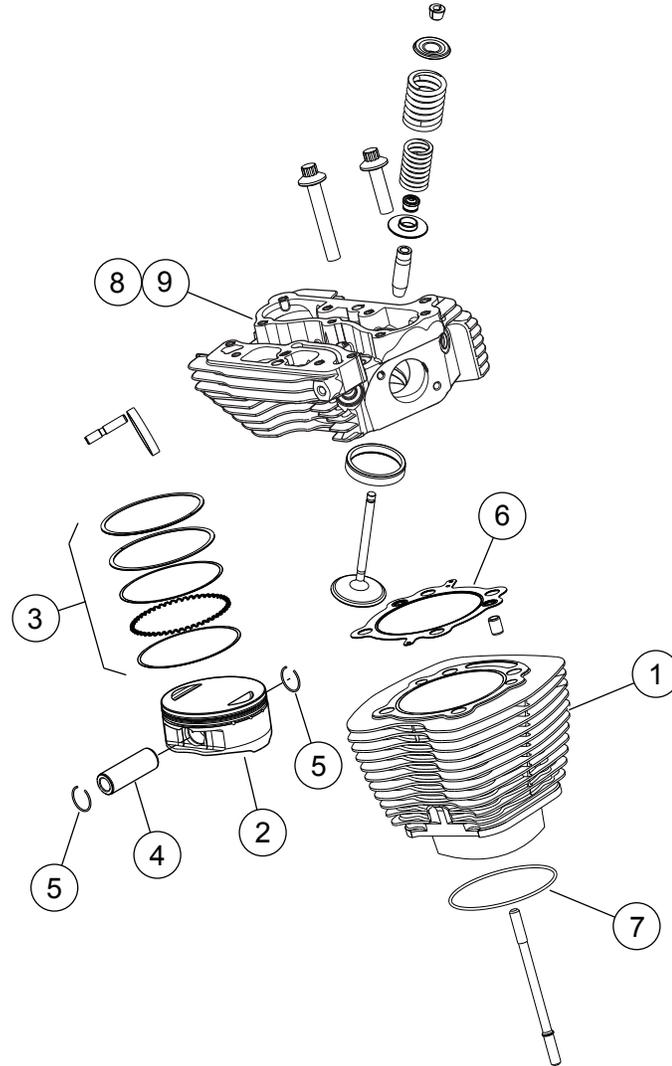
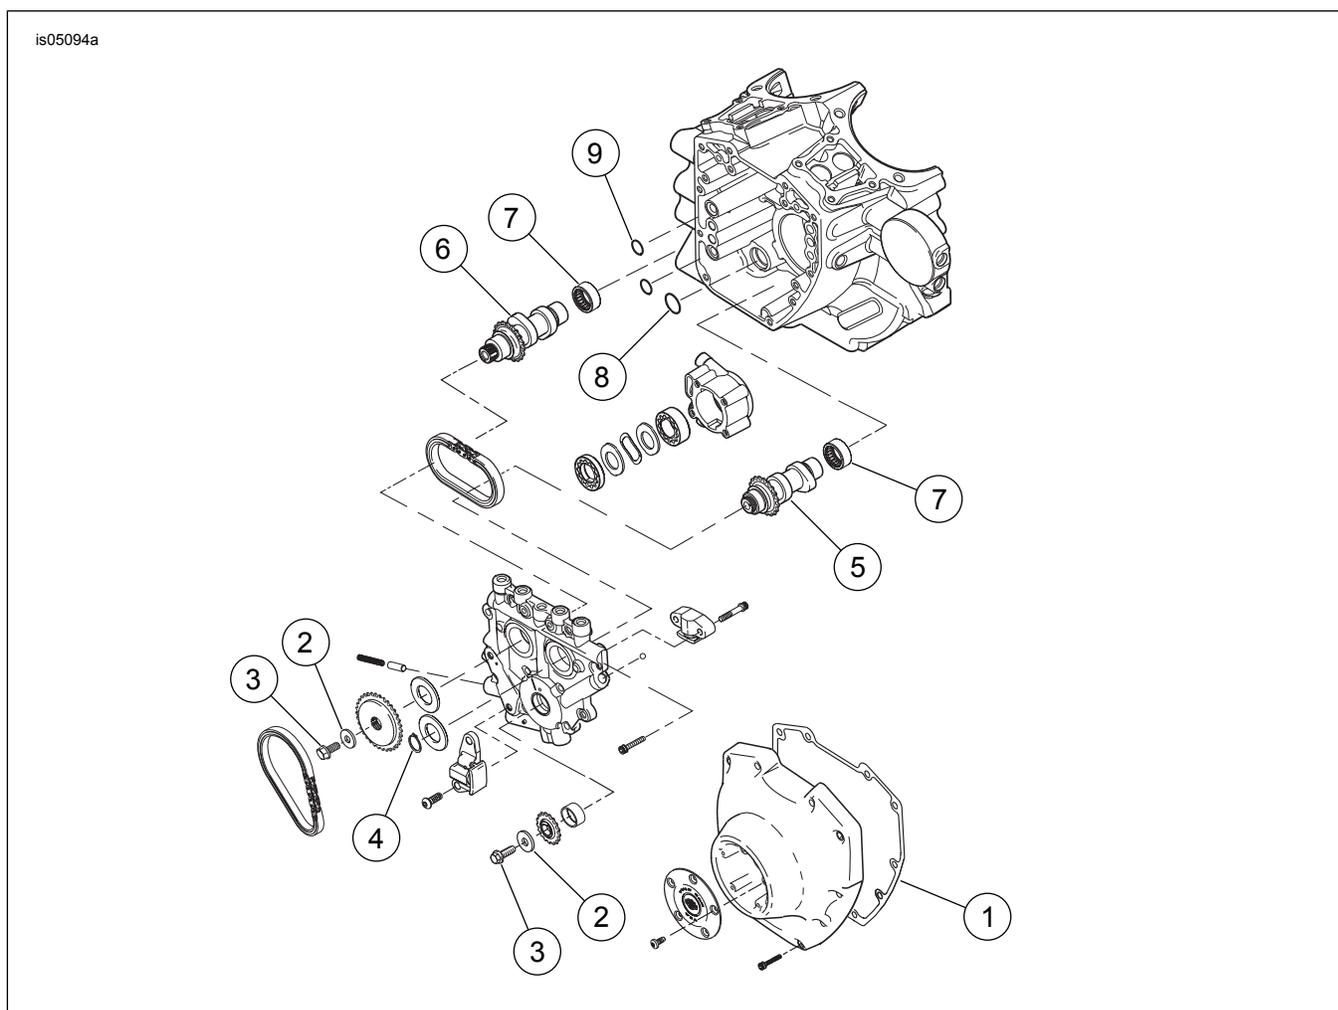

Figure 1. Pièces de rechange : Kit Stage 4 Screamin' Eagle Pro TC 103 (1690 cc)
Figure 3. Pièces de rechange : Kit Stage 4 Screamin' Eagle Pro TC 103 (1690 cc)
Voir Figure 1 à Figure 3 et Tableau 1 à Tableau 3.
1. Voir Figure 3. Inspecter les roulements à aiguilles d'arbre à cames (7) et les remplacer si nécessaire.
2. Voir Figure 1 à Figure 3. Monter les cames sur la plaque de came, les culasses de performance et la partie supérieure du moteur en utilisant les pièces du kit. Transférer les raccords ACR et d'accouplement de liquide de refroidissement des culasses de série aux culasses du kit. Se reporter aux sections MOTEUR concernées dans le manuel d'entretien.
| 6 | Joint torique, couvercle de tige de poussée supérieure (4) | 11293 | Remarques : L'ensemble de reniflard 17025-03A inclut les éléments 8 à 10. Les éléments 1 à 11 sont inclus dans le kit de révision complète de partie supérieure (16500244) et les éléments 6 et 7, figure 1. | | |